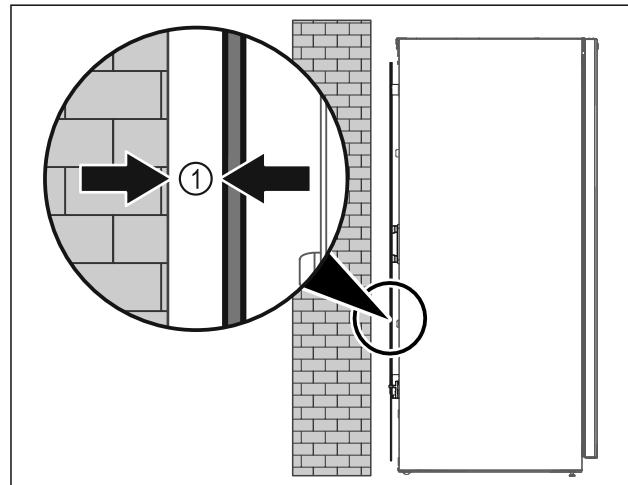

Fig. 5
- Instaloni pajisjen ose të lirë në dhomë, ose direkt mbi një mur me një distancë minimale prej 5 mm Fig. 5 (1) nga muri.